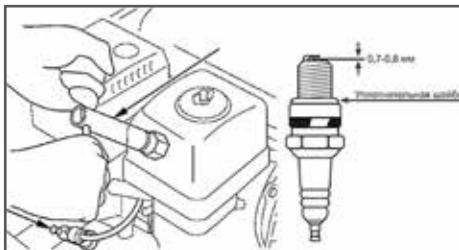

Рис. 24 Обслуживание свечи зажигания
1. Отсоедините колпак свечи зажигания и удалите грязь вокруг свечи зажигания (Рис. 24).
4. Измерьте зазор между электродами свечи зажигания специальным щупом. Зазор должен быть $0,7\text{--}0,8$ мм (Рис.24). При увеличении, или уменьшении требуемого зазора, рекомендуется заменить свечу, так как регулировка зазора может привести к изменению качества искрообразования.